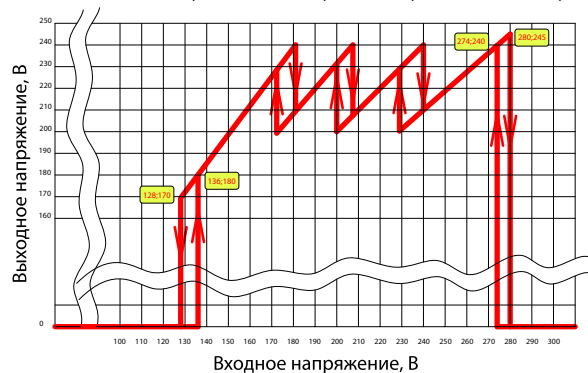

Рис. 2
5.5 Выходное напряжение стабилизатора автоматически поддерживается в диапазоне величин от 200 до 240В (рис.2), что соответствует требованиям на предельно допустимые значения отклонения напряжения электропитания по ГОСТ 13109-97 «Нормы качества электрической энергии в системах электроснабжения».